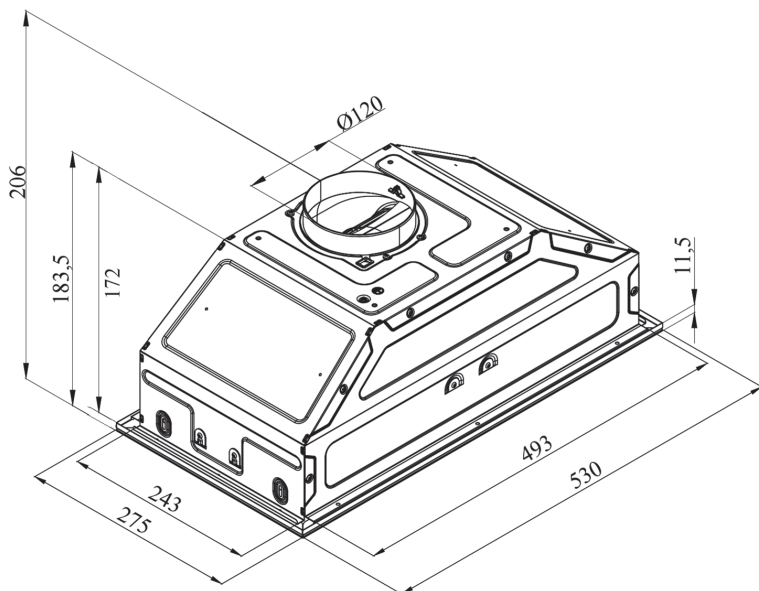

Рис. 17
1. Сделайте вырез в нижней поверхности шкафа, в который будет устанавливаться вытяжка, в размерах, указанных на рис. 10. Технические размеры самой вытяжки приведены на чертеже (см. рис. 17).